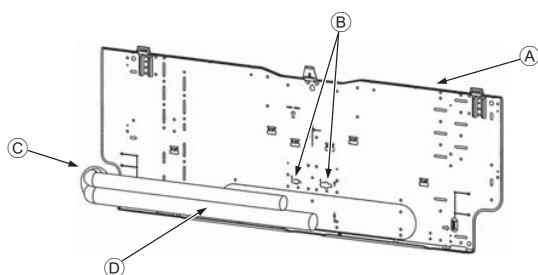

Fig. 3-5
3.3. Lors de l'insertion des tuyaux dans le mur (Fig. 3-5)
- (A) Planche d'installation ①
- (B) Marquage de r. f. rience des raccords vases
- (C) Orifice passant
- (D) Tuyauterie sur site